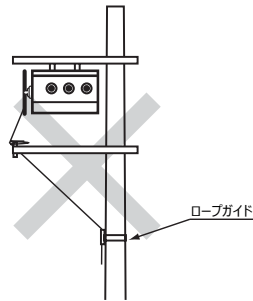

図 7
⑤入切操作がスムーズにできない可能性がありますので、操作用ロープがジグザグになる場合は、ロープガイドは使用しないでください。（図7）